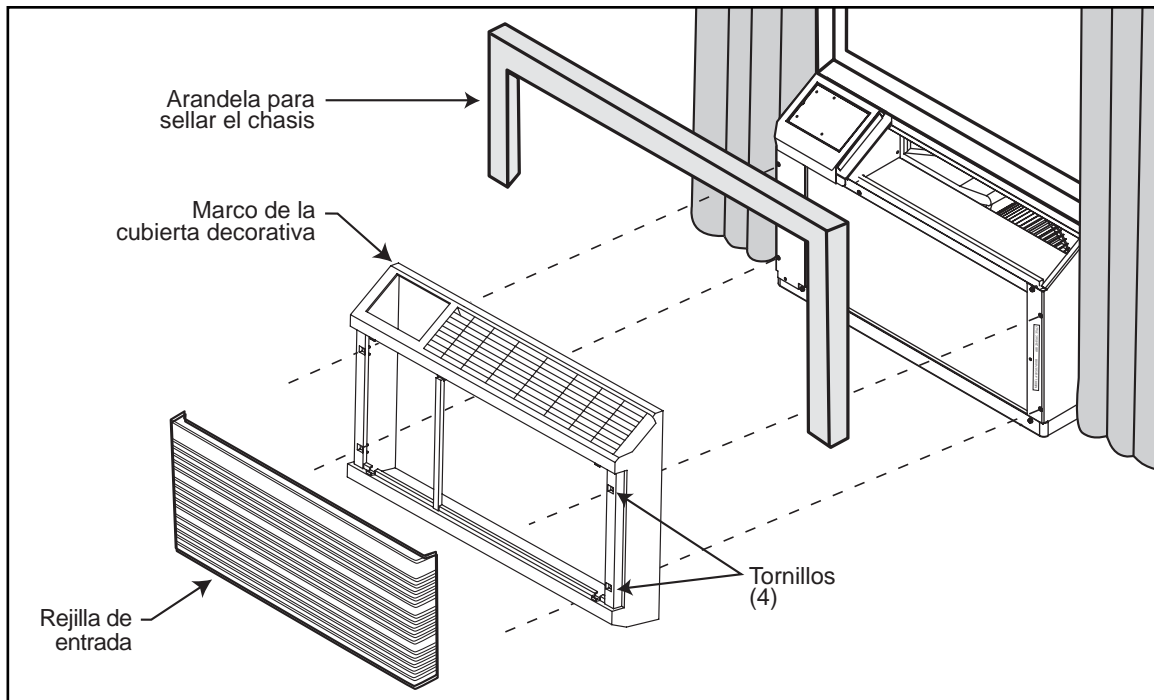

Figura 11
Después de instalar el forro, deslice el chasis dentro del forro hasta aproximadamente 7.62 cm (3 pulgadas) de la inserción completa. Calafetee la junta de sello a una profundidad de 2.54 cm (1 pulgada) entre el chasis y el forro (ver la Figura 11). Cerciñese de instalar la junta comenzando desde la esquina del lado inferior derecho para después extenderla sobre la parte superior y hacia abajo en dirección a la esquina del lado inferior izquierdo. Luego empuje completamente el chasis dentro del forro en toda la distancia de modo que la porción delantera de plástico tope con el borde frontal del forro.
PASO 6 Cogiéndola de las esquinas superiores izquierda y derecha quite la rejilla de entrada del marco de la cubierta decorativa. Tirela hacia afuera hasta que la rejilla se desprenda de los broches que la sujetan en la parte de arriba. Inclínela hacia usted, levántela y sáquela de los broches que la sujetan en la parte de abajo. Instale el marco de la cubierta decorativa en su sitio, sobre la abertura de la base de empotraje y sujétela al CHASIS con cuatro tornillos metálicos, como se muestra en la Figura 11. Coloque la rejilla de entrada poniendo la base inferior de la rejilla en los broches que la sujetan en la parte de abajo. Incline el frente hacia arriba, alejándolo de usted. Presione suavemente en la parte de arriba y la rejilla se colocará ella misma en los broches que la sujetan en la parte de arriba.